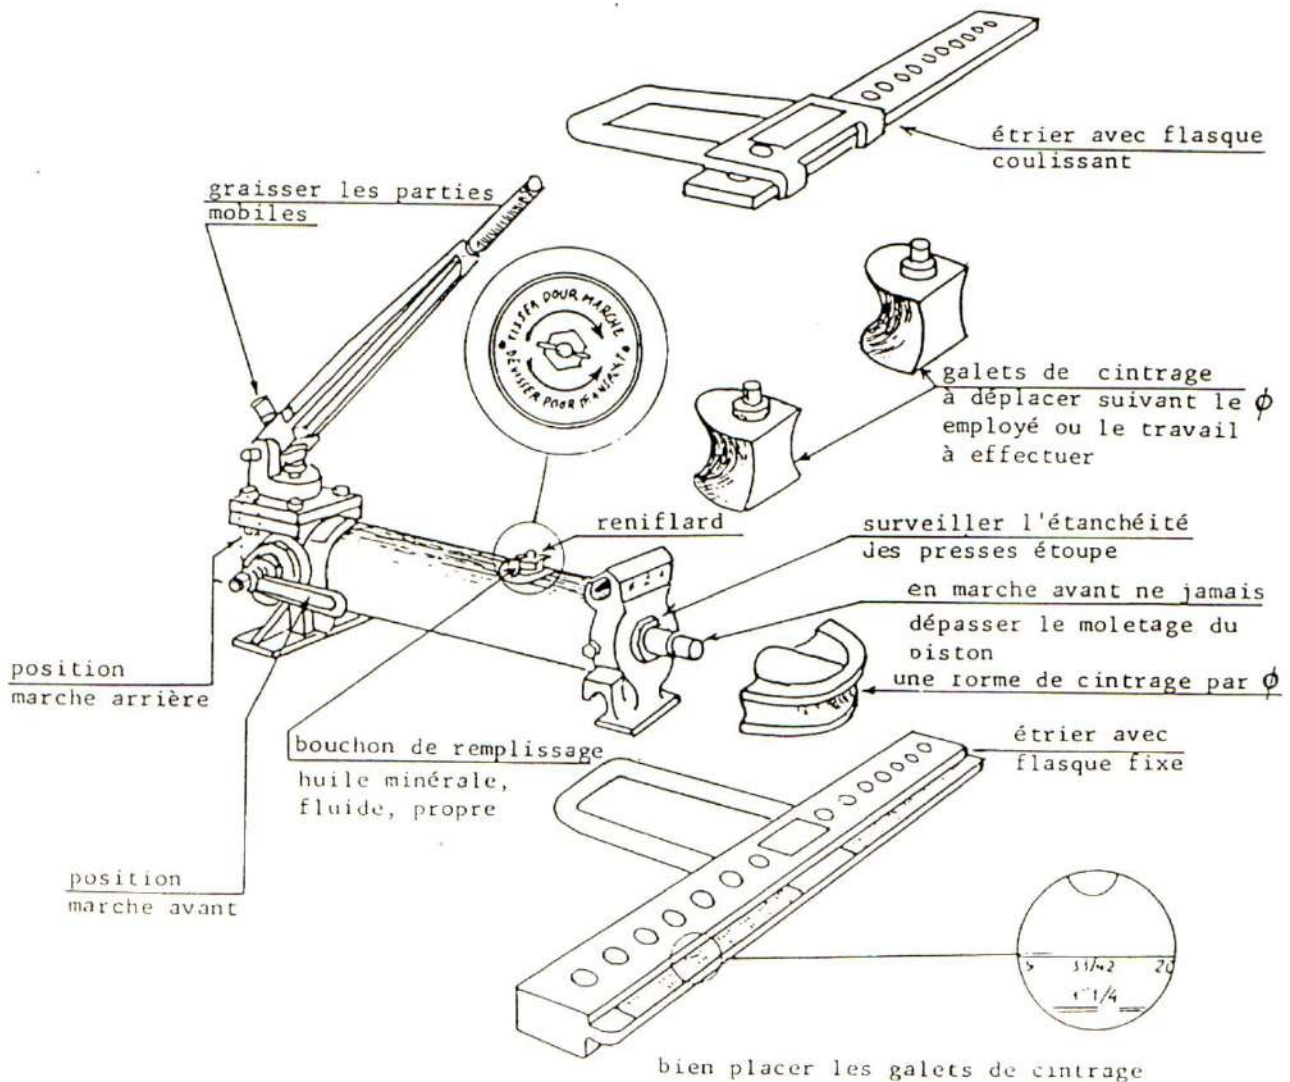

Figure 5.5 – Cintreuse hydraulique
- **Cintreuse hydraulique :** (voir figure 5.5)